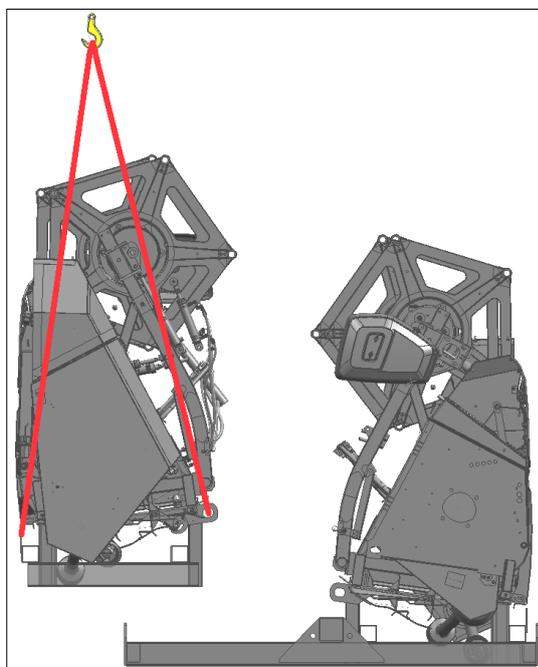

Рисунок 7.15
2) установить жатку в общую подставку (рисунок 7.15);